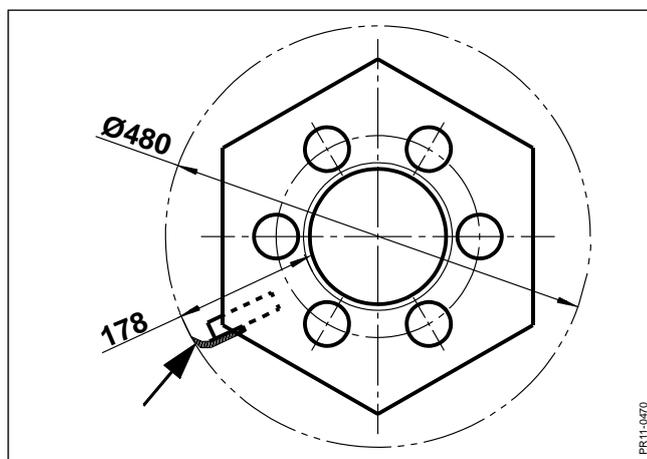

Fig. 4-18
**Fig. 4-18** Al montar nuevas cuchillas, deben extraerse de manera que el diámetro exterior del rotor sea de 480 mm (desde el tubo del rotor al punto de la cuchilla = 178 mm).